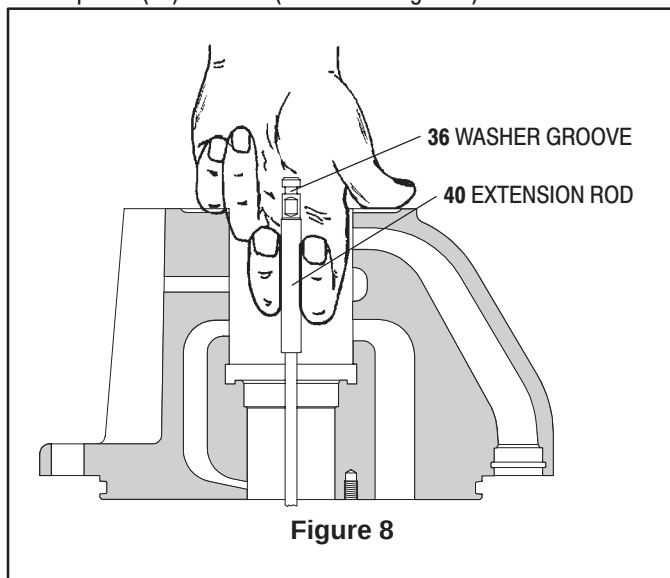

Figure 8
26. Disposer la rondelle (44) sur la tige de rallonge (40).
27. Tirer la tige de rallonge (40) vers le haut et la saisir avec deux doigts (consulter la figure 8).
28. Disposer l'outil d'installation 90350 sur la tige de rallonge (40) en orientant le diamètre tourné vers le bas et le chanfrein vers le haut.
29. Insérer le diamètre tourné de l'outil d'installation 90350 dans l'alésage au fond de la culasse (18).
30. Glisser l'adaptateur de piston (42) vers le bas pour le disposer sur la tige de rallonge (40). Orienter le filetage vers le haut.
31. Insérer la rondelle (36) dans la rainure située sur le dessus de la tige de rallonge (40).
32. En tirant, remonter l'adaptateur de piston (42) pour le placer autour de la rondelle (36).
33. Disposer la rondelle (16) sur la tige de rallonge (40) et insérer dans le piston adaptateur (42).